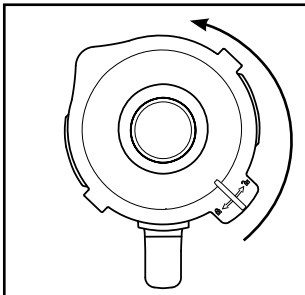

Abb. 1
- 1) Nehmen Sie den Mixaufsatz ③ gerade nach oben vom Motorblock ⑥ ab.
- 2) Entfernen Sie den Deckel ②, indem Sie ihn so weit gegen den Uhrzeigersinn Richtung Position  drehen (siehe Abb. 1), bis Sie ihn nach oben abziehen können.
- 3) Befüllen Sie den Mixaufsatz ③ mindestens bis zum untersten Strich der Skala ④ und maximal bis zur Markierung MAX. Für optimale Ergebnisse empfehlen wir folgende maximale Füllmengen: